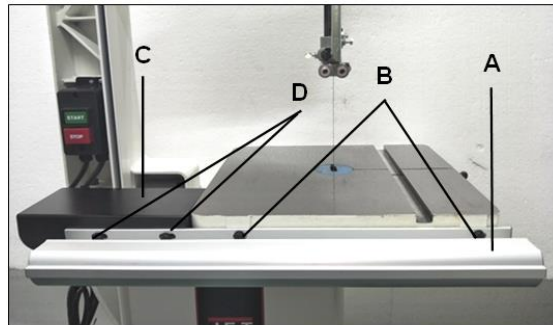

Рис. 1
2. Установите алюминиевую направляющую (А, Рис.1) на переднюю часть стола при помощи двух болтов М6х20, двух контршайб М6 и двух шайб М6 (В, Рис. 1). Не затягивайте.
3. Установите расширитель пильного стола (С, Рис.1) на направляющую при помощи двух болтов М6х20, двух контршайб М6 и двух шайб М6 (D, Рис. 1). Не затягивайте.
9. Проверьте зазор между столом и нижней частью упора. Упор не должен тереться о поверхность стола, он должен быть едва над столом. При необходимости отрегулируйте, поднимая или опуская направляющую, затем затяните два болта М6 (В, Рис. 1).
10. Проверьте, есть ли ступенька между расширителем пильного стола и столом, они должны располагаться на одной плоскости. При необходимости отрегулируйте, поднимая или опуская расширитель, затем затяните два болта М6 (D, Рис. 1).